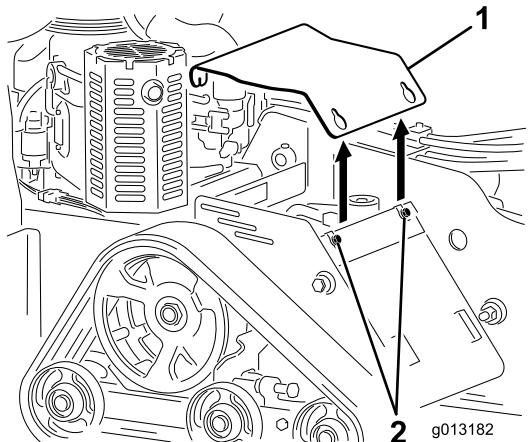

Figura 26
3. Afloje secuencialmente los tres pernos que sujetan la cubierta al bastidor hasta que la cubierta quede libre (Figura 26).
2. Coloque la cubierta en su sitio y sujetela con los tres pernos que retiró anteriormente (Figura 26).